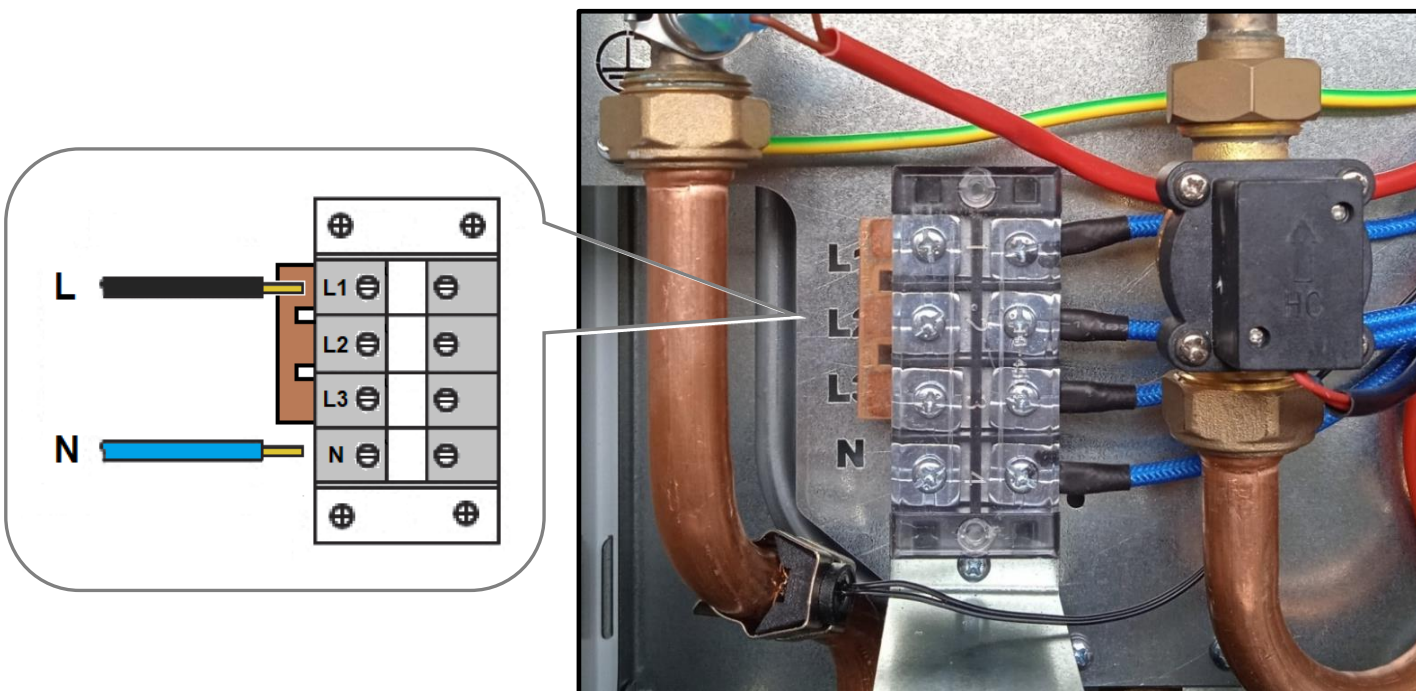

Рис. 15 Однофазное подключение
- Подключите все жилы кабеля к контактным выводам (клеммной колодке) электродкотла (См. Рис. 14 и Рис. 15).